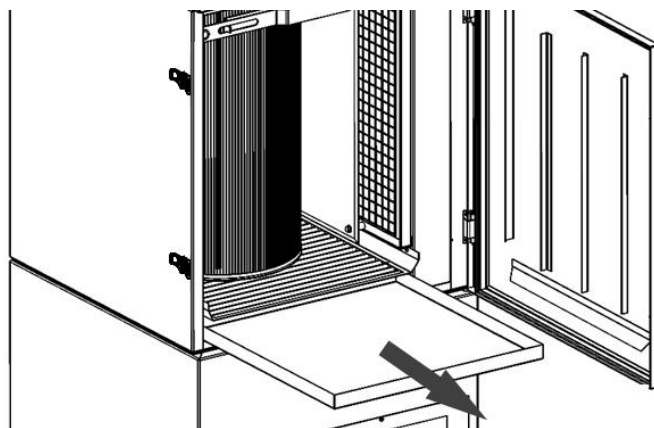

Рисунок 8
- 2) извлечь пылесборник (рисунок 8);